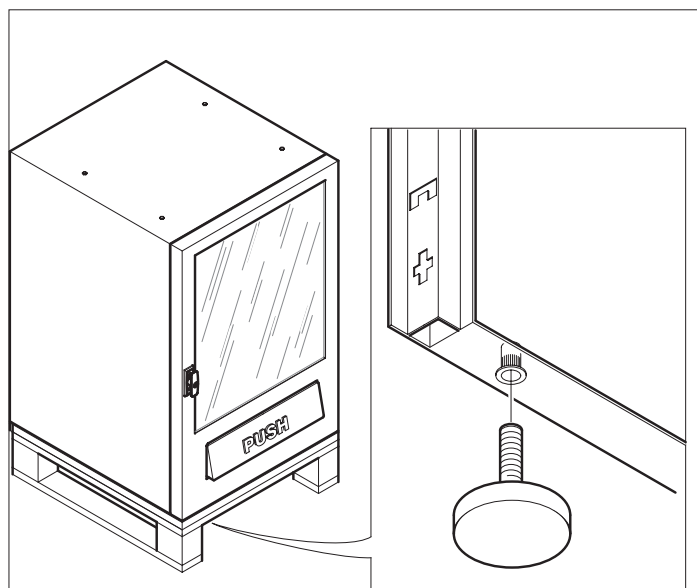

Fig. 4.5
- Soltar o palet e introduzir os 4 pezinhos nos furos roscados (Fig. 4.5) deixados soltos dos parafusos (A)